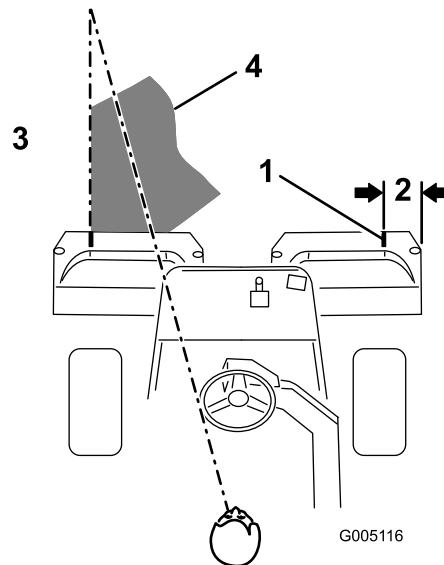

図 23
**注** グリーン内をぶれずにきれいに直進し、刈り込みの済んだ列との距離を一定に保って走るためには、車体前方 1.8 から 3 m のところに視線を置いて、刈り込み済みの済んでいる列にラインを合わせるようにするのがコツです 図 23。ハンドルを目印にして距離を合わせても良いでしょう。